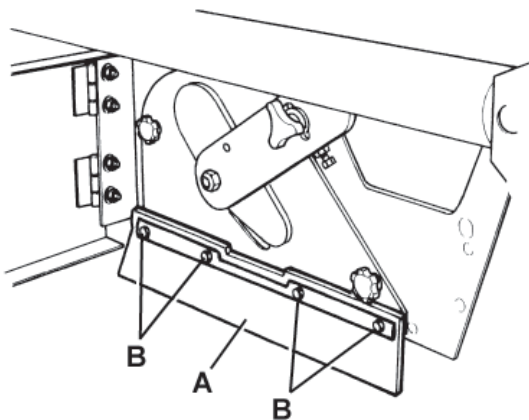
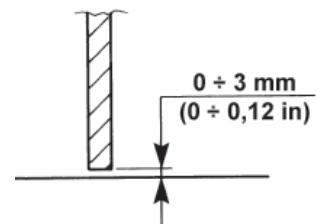

Abbildung 19
Abbildung 21
5. Haltevorrichtungen (8) und (6) ausrasten und rechte (7) und linke (5) Klappe öffnen.
6. Seitliche Schmutzfangklappen (A, Abb. 19) auf Schäden überprüfen.
7. Überprüfen, ob die Bodenfreiheit der seitlichen Schmutzfangklappen (A, Abb. 19) zwischen 0 und 3 mm beträgt (siehe Abb. 21).
Falls erforderlich, Schrauben (B, Abb. 19) lösen und Schmutzfangklappenstellung einstellen. Danach Schrauben (B) wieder eindrehen.